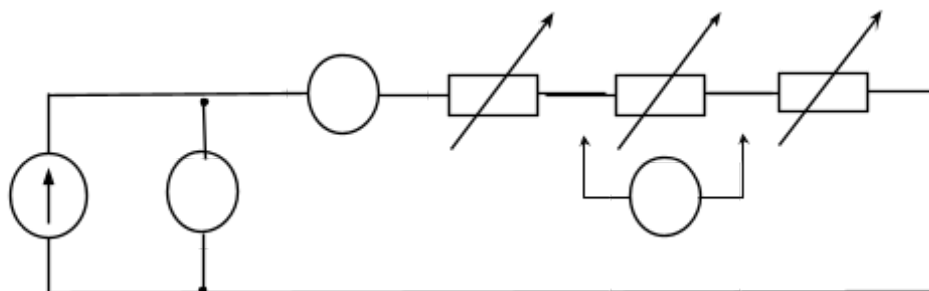

Рис. 4. Схема линейной электрической цепи постоянного тока с последовательным соединением элементов
1. Соберите линейную электрическую цепь постоянного тока с последовательным соединением элементов (рис. 4). В качестве резисторов R_1 , - R_3 используйте резисторы блока «Резисторы / Активная нагрузка», В качестве амперметра $PA1$ используйте один из